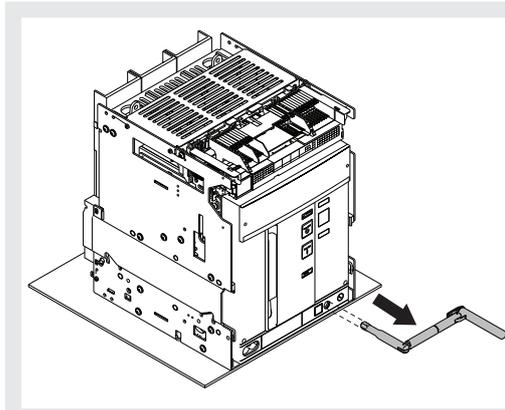

Figura 47
12. Extraer la manivela. Véase Figura 47.